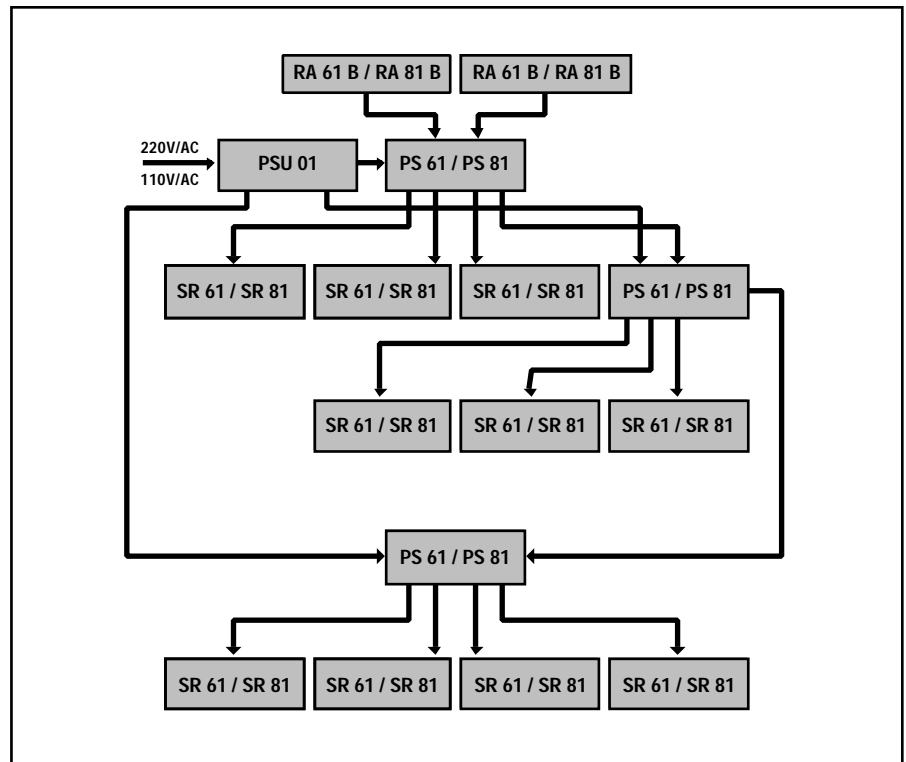

Fig. 8 : Raccordement d'un système 10 canaux
- Avec deux distributeurs d'antenne vous pouvez utiliser de 5 à 7 canaux, avec trois distributeurs d'antenne vous pouvez réaliser un système 7 à 10 canaux. Raccordez les sorties 4A et 4B du premier distributeur d'antenne sur les embases ANTENNA A et B du distributeur d'antenne suivant. Un tel système peut être alimenté sans problème par les adaptateurs d'alimentation des récepteurs ; nous recommandons néanmoins d'utiliser de préférence l'alimentation PSU 01 fournie en option. Pour le raccordement, voir point 3.3.1 et Fig. 8.